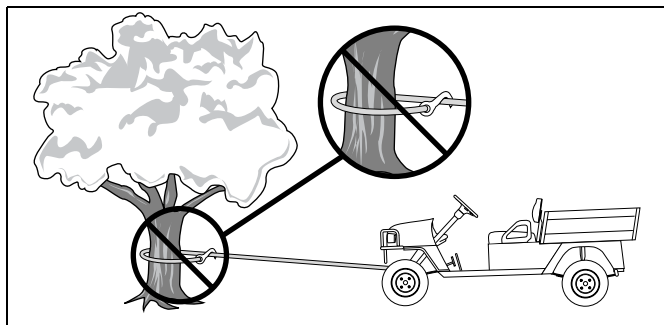
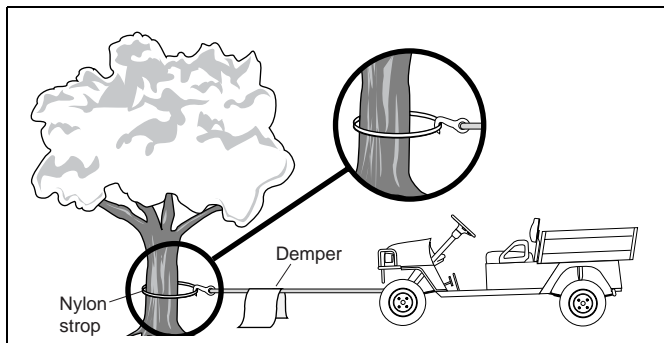

Fig. 6 Haak de kabel nooit aan de kabel zelf vast
Fig. 7 Gebruik een nylon strop en hang een demper over de kabel tijdens het lieren
*Om schade aan de draadkabel te voorkomen, de kabel nooit aan de kabel zelf vasthaken. Gebruik altijd een nylon strop (Zie Fig. 6 op pagina 3-8) (Zie Fig. 7 op pagina 3-8).*
demper te dienen, mocht de kabel breken als u de lier bedient (Zie Fig. 7 op pagina 3-8).